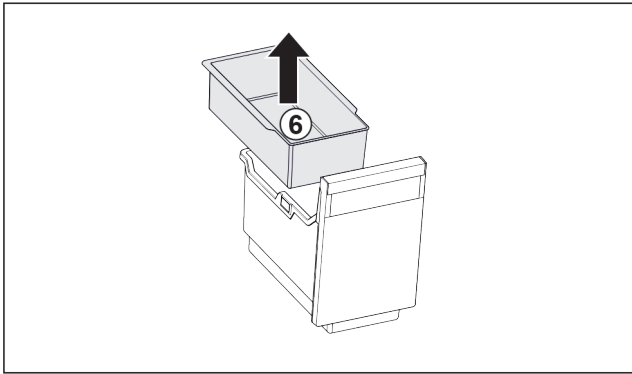

Fig. 29
- ▶ Извлеките Fig. 29 (6) подвесной лоток.